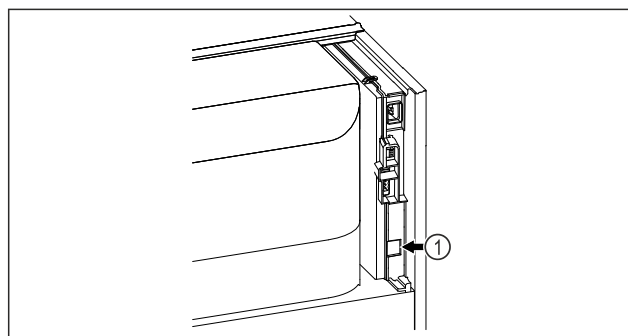

Fig. 101
- ☐ Le SmartModule Fig. 101 (1) est installé.